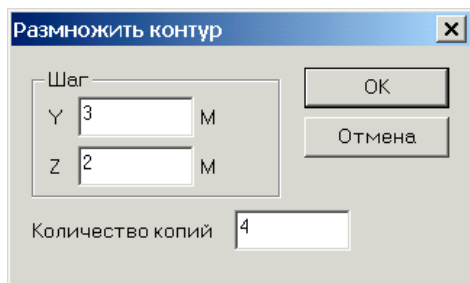

Рис. 55. Диалоговое окно
- ☞ в появившемся диалоговом окне **Размножить контур** (рис. 55) задать параметры дублирования;